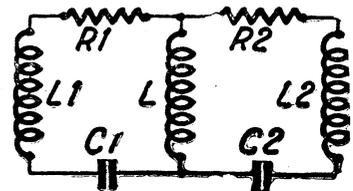

Figure 7
4) Couplage de self commune (fig. 7).